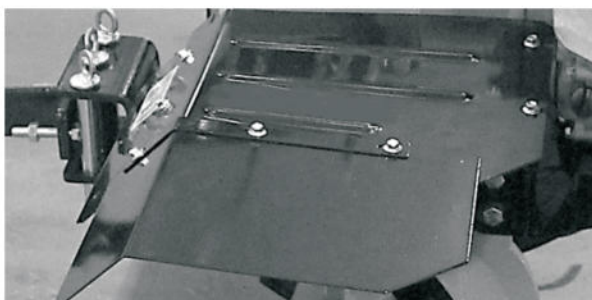

Рис.5
3. Установите и закрепите грязеотражающие щитки, используя крепежные элементы из комплекта поставки. (см. рис.5)